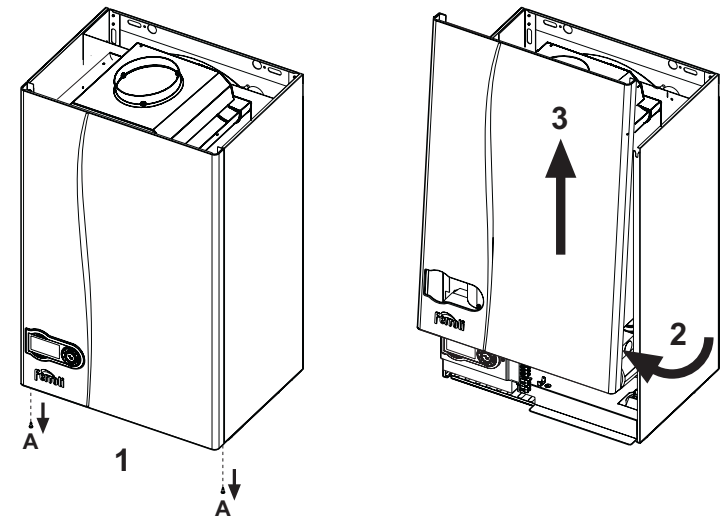

fig. 21 - Démontage de l'habillage
1. Dévisser les vis A (voir fig. 21).
2. Faire pivoter l'habillage (voir fig. 21).